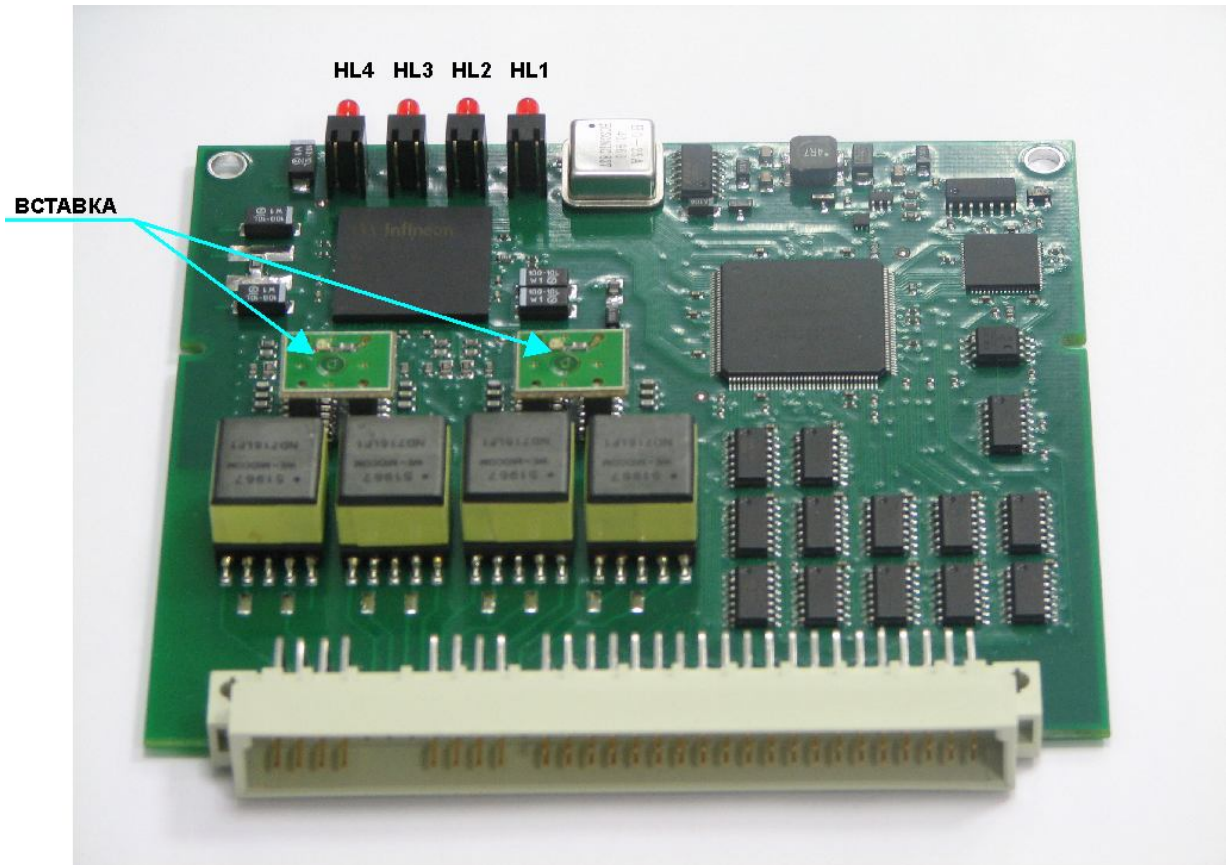

Рисунок 21
- проверить соответствие необходимого режима работы портов DSL и тип вставок, установленных в плату модема (см. рисунок 21). Для режима СПП должны быть установлены обе вставки с обозначением “**D**”. Для режима РПП должны быть установлены обе вставки с обозначением “**S**”.